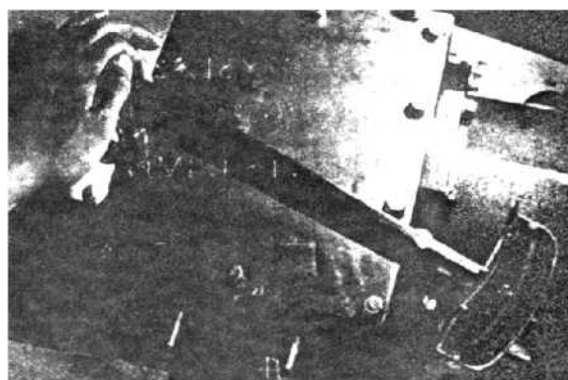

Рис. 3-30
(7) Установите прокладку крышки коробки передач и крышку коробки передач на корпус и затяните каждый болт с указанным моментом $20,6\text{--}34,3\text{ Н м}$ ($2,1\text{--}3,5\text{ кг м}$) (рис. 3-30).